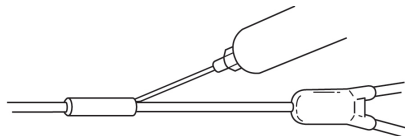

Fig. 9
9. Injecte adesivo em ambas as pontas da ligação. (Fig. 9) Limpe o excesso de adesivo.